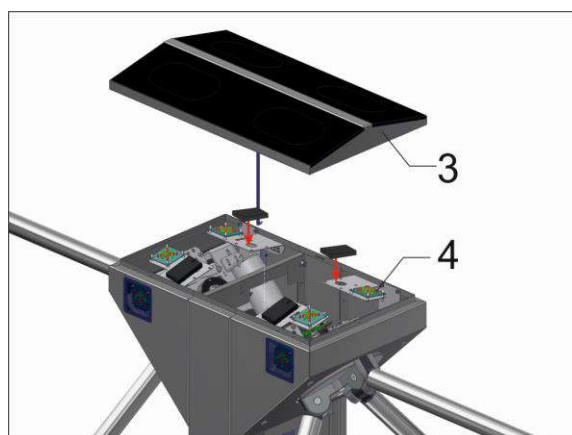

Рис. 17– Встановлення зчитувача в турнікет-трипод
- У турнікетах «CENTURION-M TWIN», «TWIX-M TWIN» і «BASTION-M TWIN» зчитувачі встановлюються на спеціальний, регульований по висоті кронштейн, який розташований під кришкою 4 поруч із світловим табло індикації 3 (Рис. 17).